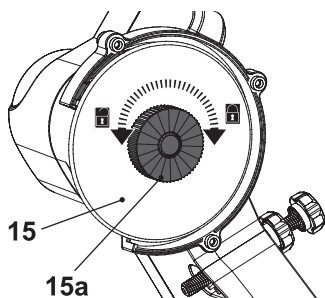

Fig. 9
2. Tenez délicatement le disque abrasif (15) d'une main, et desserrez puis retirez l'écrou de blocage (15a) avec l'autre main (Fig. 9).
3. Remplacez l'ancien disque abrasif (15) par un nouveau.